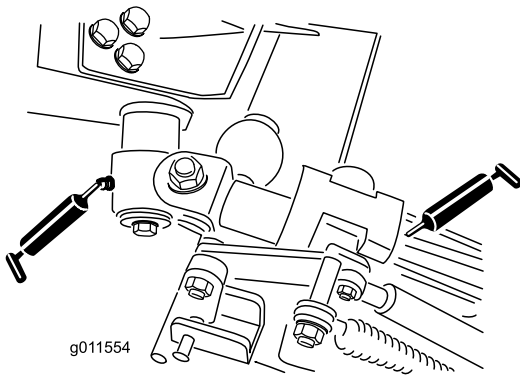

Figure 68
- Bagues de pivot d'axe coudé (2) (Figure 68)
- Bagues de bras arrière (4) (Figure 68)